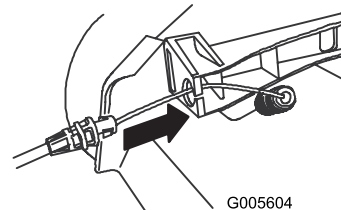

Figura 6
4. Inserite il cavo nel dispositivo di ancoraggio, sulla staffa sinistra della stegola (Figura 6).